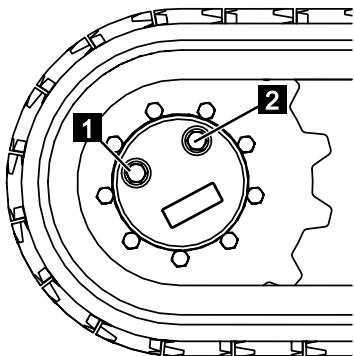

Abb. 153
8. Die Verschraubungen (Abb.153/1 und 2) mit den Dichtungen oder Kupferscheiben wieder festschrauben.